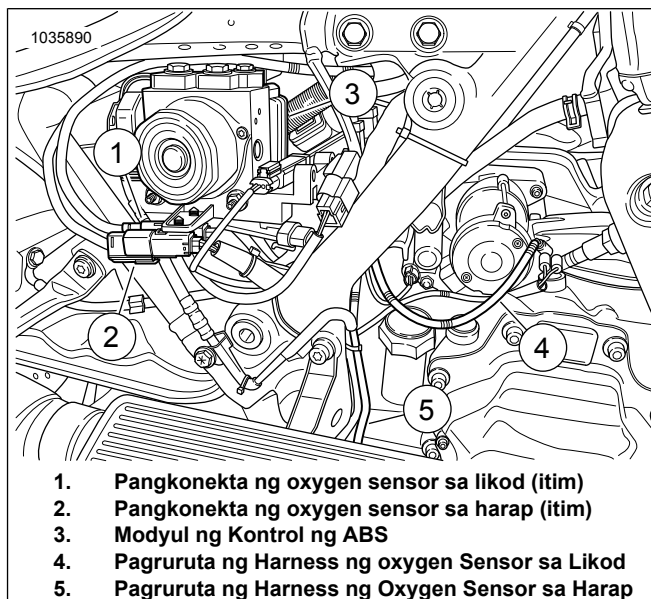

Figure 16. Pagruruta ng Harness ng ATM Sensor
16. Tingnan ang Figure 16. Oxygen sensor sa harap (5, mahabang harness lead):
- Mula sa sensor sa likod, iruta at ikabit ang oxygen harness sa ibabaw ng transmission (4). Ikabit ang mga cable strap ayon sa pangangailangan.